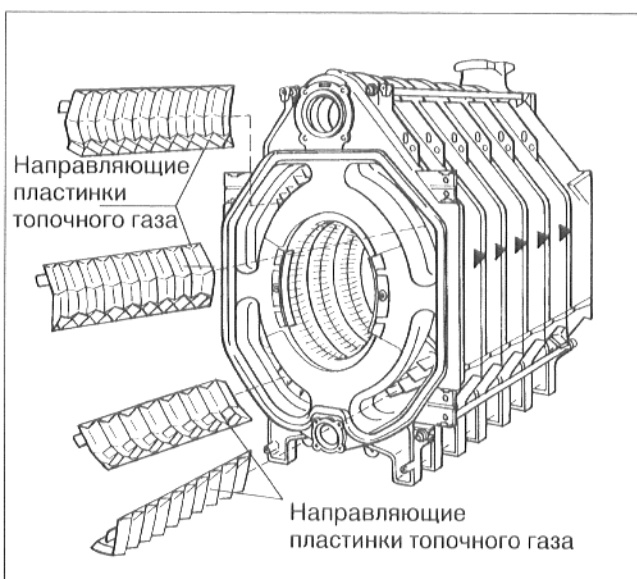

Рис. 21
- Вложить направляющие пластинки топочного газа, соответственно вылитой надписи, в каналы топочного газа (рис. 21).